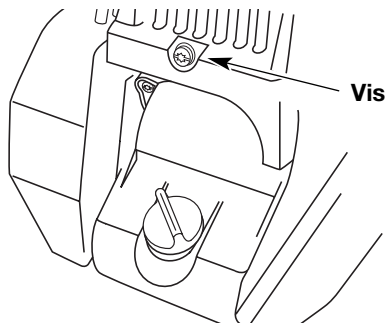

Fig. 35
3. Enlevez la vis derrière le couvercle du moteur (Fig. 35).